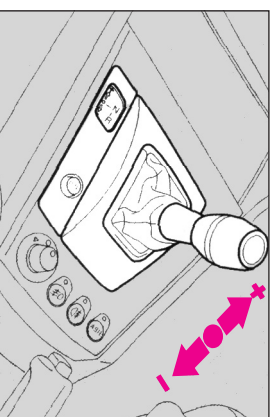

fig. 127
- pentru a schimba cu o treaptă mai mare (+) (**fig. 127**) împingeți levierul în față (dacă mașina e în treapta 1 va trece în 2, dacă e în 2 va trece în 3 și tot așa până la treapta 5 de viteză).
- pentru a schimba cu o viteză inferioară (-) (**fig. 127**), împingeți levierul în spate (dacă mașina e în treapta 5 de viteză va trece în 4, dacă e în 4 va trece în 3 și tot așa până la treapta 1 de viteză).